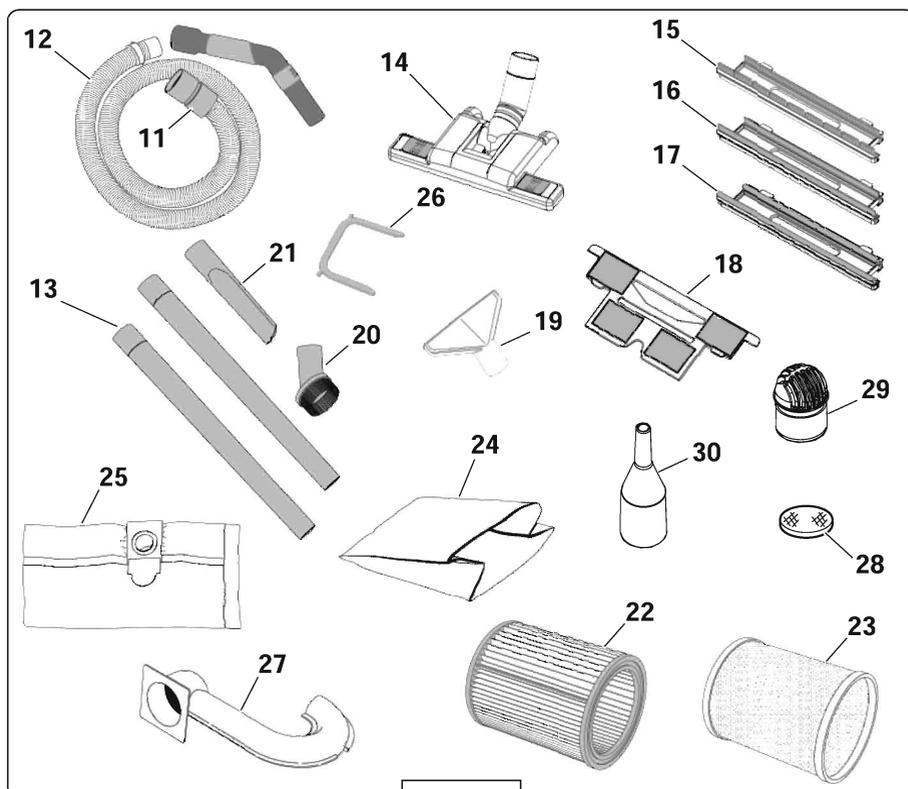

Fig. 03
Accessori disponibili (fig. 03) :
- TUBO FLESSIBILE** (fig. 03 - pos. 11) - Inserire il tubo flessibile nel bocchettone di aspirazione (fig. 04). Il sistema di aggancio del bocchettone rende il tubo girevole su sé stesso per una facile manovrabilità.
- IMPUGNATURA** (fig. 03 - pos. 12) - Con semplicità è possibile regolare meccanicamente il flusso d'aria che fuoriesce dalla ghiera mobile (fig. 05).
- TUBI DI PROLUNGA** (fig. 03 - pos. 13) - Utilizzare 1 o 2 tubi prolunga per praticità e comodità d'uso dell'apparecchio. Tutti gli accessori si possono montare sia sui tubi di prolunga che sull'impugnatura direttamente.
- SPAZZOLA UNIVERSALE** (fig. 03 - pos. 14) - Per aspirare sia sporco solido che liquido su ogni tipo di superficie, cambiando semplicemente l'appropriato Telaio.
- BOCCHETTA PICCOLA** (fig. 03 - pos. 19) - Utile per aspirare superfici morbide come divani, poltrone, materassi, cuscini, sedili automobile, ecc.
- PENNELLO** (fig. 03 - pos. 20) - Utile per smuovere e aspirare la polvere su tutte le superfici, mobili, cornici, ecc.
- BOCCHETTA A LANCIA** (fig. 03 - pos. 21) - Per aspirare negli angoli o comunque in posti di difficile accesso come caloriferi, battiscopa, cassonetti, tapparelle, ecc.
- FILTRO ARIA MOTORE** (fig. 03 - pos. 22) - Il filtro aria motore va sempre usato per aspirare sporco secco/solido. Il mancato utilizzo provoca gravi danni (vedasi Terzo e Quarto Metodo di Utilizzo).
- FILTRO IN RETE PER LIQUIDI** (fig. 03 - pos. 23) - L'utilizzo di questo filtro è indispensabile per aspirare sporco liquido e sporco solido/secco (vedasi Primo e Secondo Metodo di Utilizzo).
- ATTENZIONE:**  **Il mancato uso del filtro (fig. 03 - pos. 22-23) provoca gravi danni al motore e comporta la decadenza automatica della garanzia.**
- SACCHETTO PROTEZIONE FILTRO ARIA MOTORE** (fig. 03 - pos. 24) - Serve a protezione del filtro aria motore e proprio per questa ragione è necessario l'uso, soprattutto se si devono aspirare detriti polverosi o ingombranti (vedasi Terzo Metodo di Utilizzo).
- SACCHETTO RACCOGLITORE ECOLOGICO** (fig. 03 - pos. 25) - E' un capiente sacchetto per la raccolta della polvere che mantiene pulita la vasca di raccolta (vedasi Quarto Metodo di Utilizzo).
- FORCELLA TENUTA ACCESSORIO FILTRO ACQUA E TENUTA SACCHETTO RACCOGLITORE ECOLOGICO** (fig. 03 - pos. 26) - La forcella serve a bloccare nella propria sede d'inserimento sia l'accessorio filtro acqua che il sacchetto raccoglitore ecologico.
- ACCESSORIO FILTRO ACQUA** (fig. 03 - pos. 27) - L'uso di questo accessorio permette di aspirare contemporaneamente sporco liquido e sporco secco/solido (vedi Primo e Secondo di Utilizzo).
- FILTRO USCITA ARIA** (fig. 03 - pos. 28) - Per una maggior efficienza, si consiglia di tenerlo sempre pulito: basta toglierlo dal tappo, lavarlo sotto acqua corrente e lasciarlo asciugare prima di riposizionarlo nel tappo soffiatore.
- ACCESSORIO GONFIA-PALLONCINI** (fig. 03 - pos. 30) - Utilizzare questo accessorio sull'impugnatura per gonfiare i palloncini, sfruttando l'aria del soffiatore.